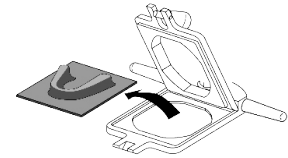

Fig. 8
6. Retire la impresión de la lámina de conformado (fig. 8) y corte la parte plana de la lámina.